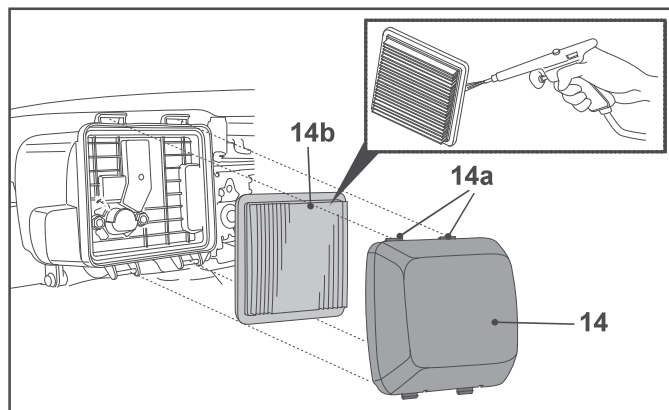

Fig. 29
2. Pressione os dois trincos (14a) para desengatar a cobertura do filtro de ar (14) e, em seguida, retire a cobertura do filtro de ar (14) (Fig. 29).